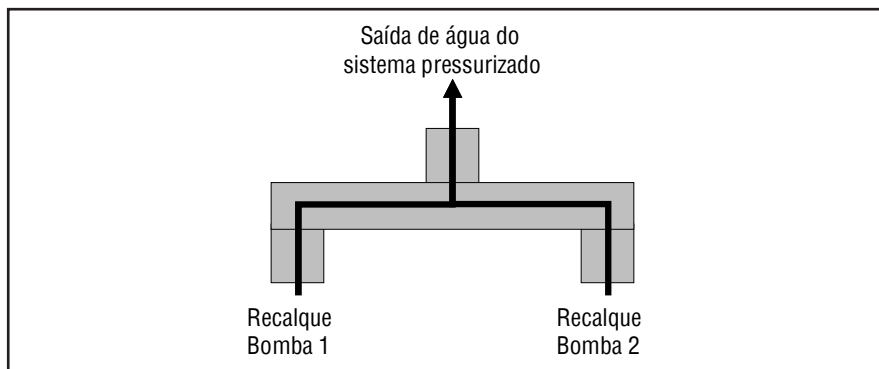

Figura 3A - Instalação hidráulica
- Para os modelos com duas motobombas, deve-se fazer a conexão das saídas em paralelo conforme figura 3A.